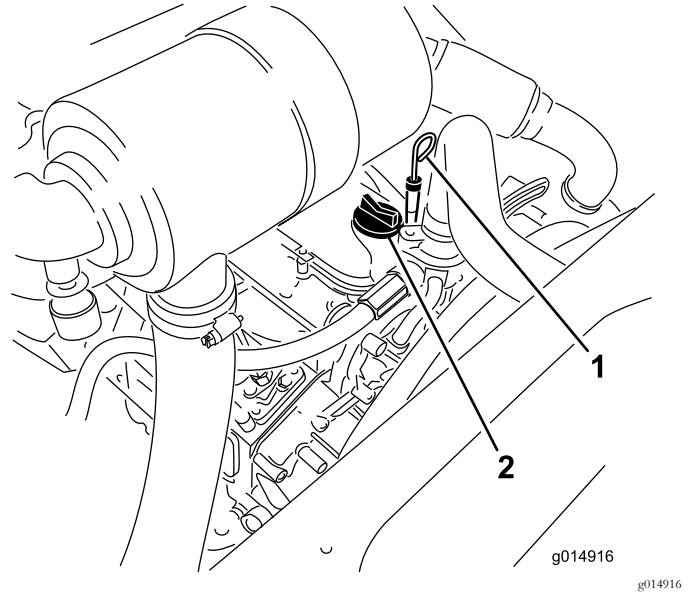

图35
3. 取出量油尺擦拭干净并安装 图35。
5. 如果油位低于已满标记应取下加油盖 图35 添加机油直至油位达到量油尺上的已满标记。切勿过量添加。